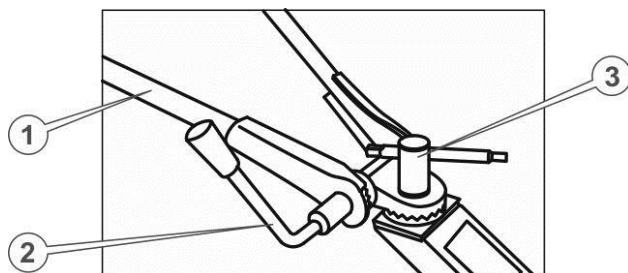

Рисунок 7. – Кріпильні елементи керма
8. Звільнити кермо від пакувальної плівки. Відкрутити затискну гайку з важелем і витягнути стяжний болт. Встановити кермо на рульову стійку центрального вузла, попадаючи зубцями в зубці (див. Рисунок 7.), вставити стяжний болт так, щоб його головка зайшла в шестигранне